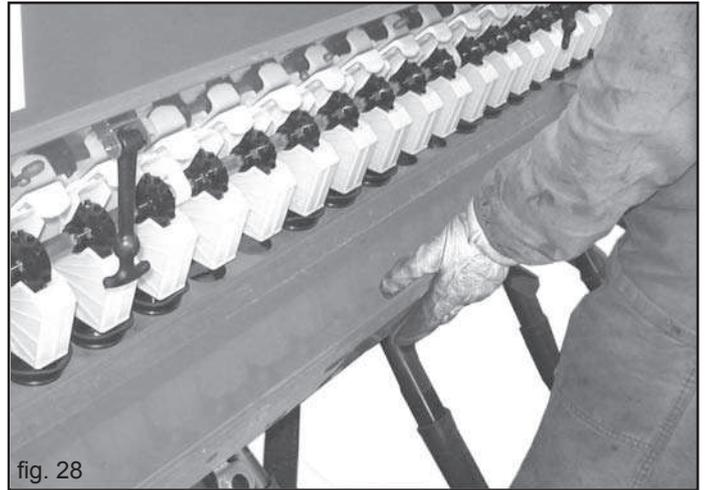

fig. 28
- 2) Die Samenbehälter (Abb. 28) aushängen und sie unter die Samenausgangsstützen stellen.